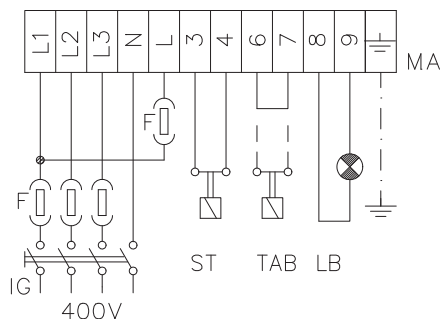

Рис. 6
- 8 подсоединить вновь катушку **B** на насосе (Рис. 6);